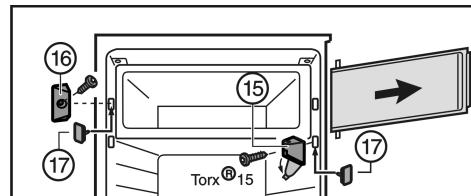

Fig. 7
- ▶ Kryt na stojanu ložiska Fig. 7 (15) vyklopte.
- ▶ Stojan ložiska Fig. 7 (15) odšroubujte s dvířky přihrádky.
- ▶ Uzávěr Fig. 7 (16) odšroubujte.
- ▶ Uvolněné otvory uzavřete přiloženými zátkami Fig. 7 (17).